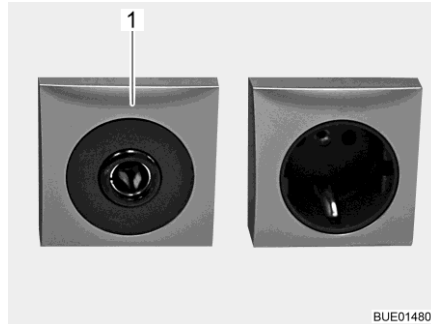

Bild 189 Eluttag 12 V/10 A
- ▷ Till 12 V-nätets eluttag (Bild 189,1) får endast apparater med maximalt 10 A anslutas.